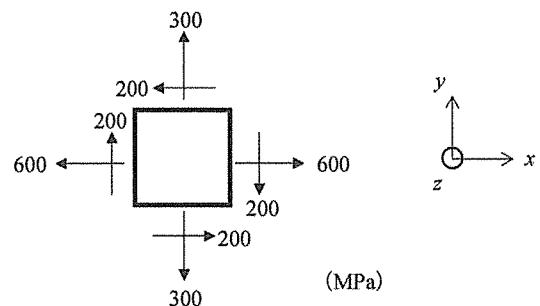

図 1
(1) 鉛とスズの二元系状態図の模式図を描き、電気回路などに用いる、はんだの組成を模式図上に指示せよ。ただし、融点は、鉛のほうがスズより高い。
(2) 鉄鋼材料において熱処理中の冷却速度を大きくする（拡散変態が起こる範囲内で）に従って熱処理後の引張試験時の降伏点が高くなつた。この理由を説明せよ。
(3) 図1の応力状態になつたら降伏した剛塑性体の降伏点は何 MPa か、トレスカの降伏条件によつて求めよ。ただし、 z 面は自由面である。